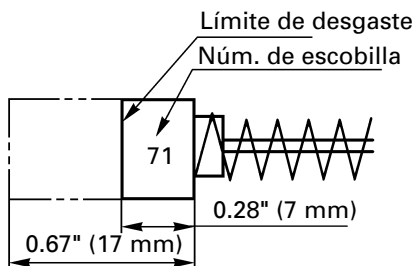

Fig. 4
4. Inspeccionar los escobillas de carb3n (Fig. 4)
NOTA: Utilice las escobillas HITACHI N3m. 71 indicadas en la Fig. 4.